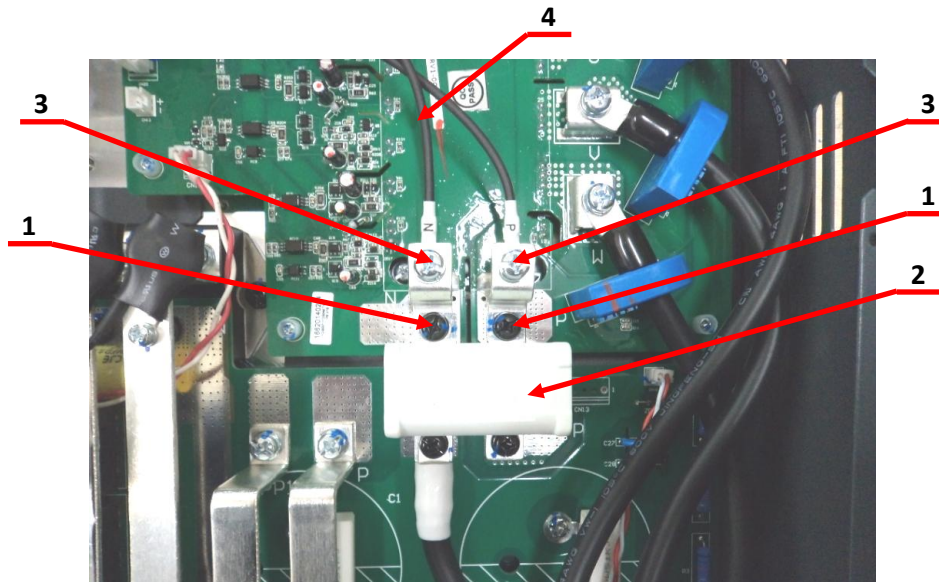
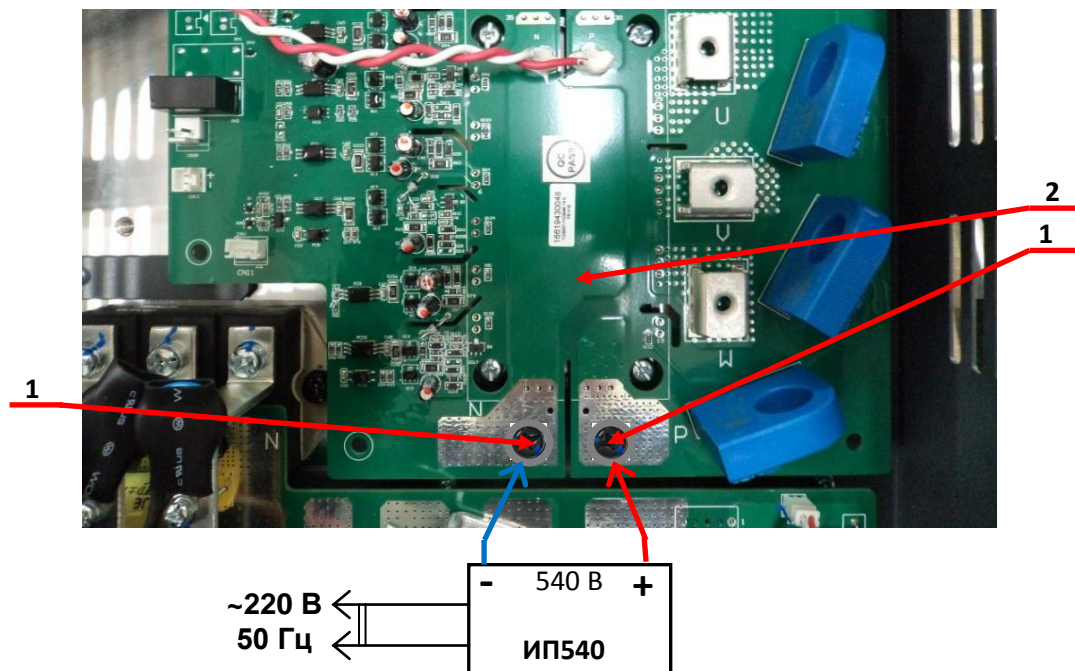

Рис.4.17
Рис.4.19
4.11.10. Демонтировать шинный мост между платой конденсаторов (4.4.4) и платой драйверов (4.4.1) (рисунок 4.17).
- 4.11.15. Подключить к контактным площадкам **P** и **N** платы драйверов поз.2 выходные провода источника питания ИП540 (3.4.5), соблюдая полярность (рис. 4.19). Для фиксации проводов использовать свободные винты поз.1, см. рисунок 4.17.